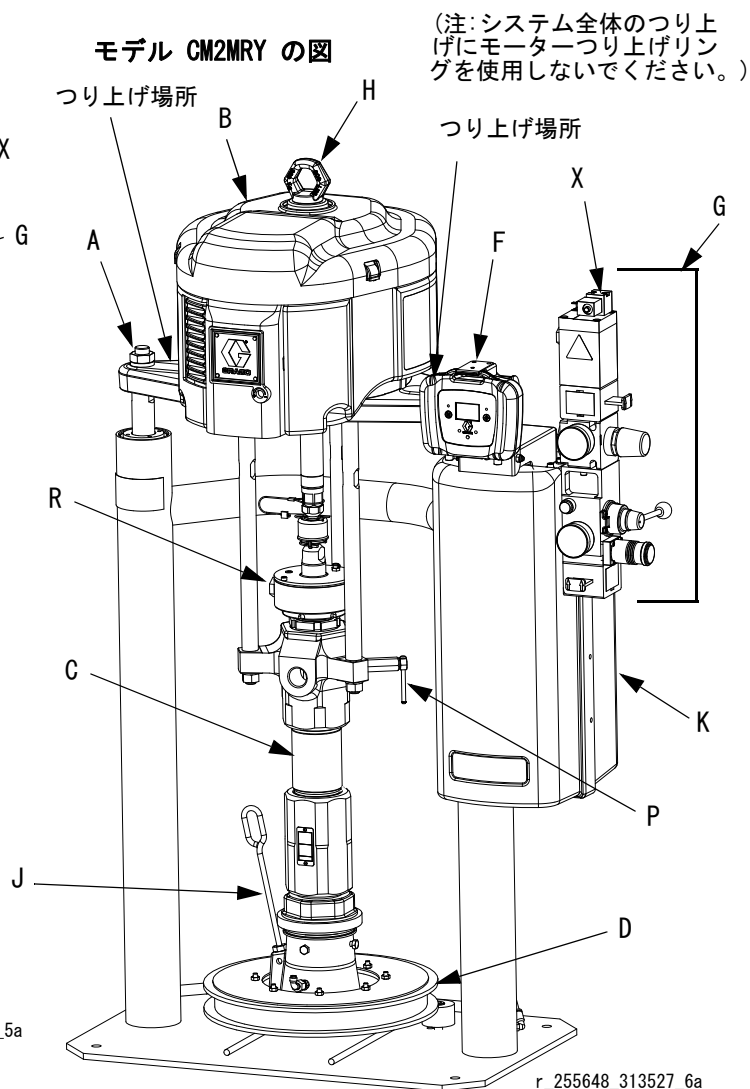

図 2
供給システムは、常に正しい箇所を持ち上げてください（図 1、図 2 および図 6 を参照してください）。それ以外のやり方で持ち上げないでください。
3. エア源からエアラインをシステムエア吸気口につなぎます。図 1 または 図 2 を参照してください。説明書 312376 のポンプ性能カーブを参照して、要求されるエア供給の吐出を決定します。要求される吐出に対応できる供給ホースを使用します。